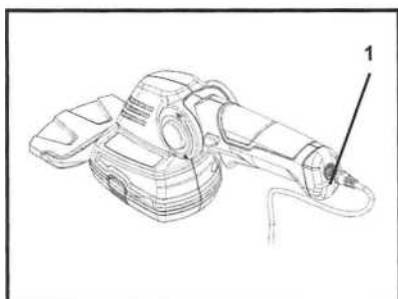

Figura 2
5.1 Încărcarea acumulatorului (Figura 2.)
- Introduceți încărcătorul într-o priză (Figura 2.)